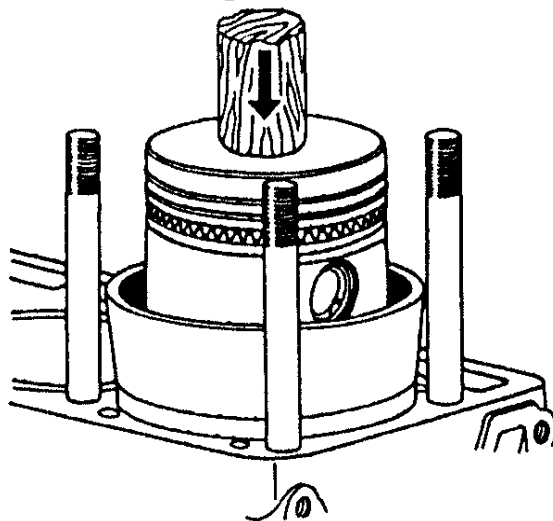

Рис.93. Установка поршня с кольцами в цилиндр
- установить на шатунные болты предохранительные латунные колпачки, смазать чистым маслом вкладыши, поршень, шатунную шейку коленчатого вала и гильзу цилиндра и с помощью оправки установить поршень в цилиндр (рис.93). Перед установкой поршня необходимо убедиться в том, что номер, выбитый на шатуне, соответствует номеру цилиндра, а надпись на поршне "ПЕРЕД" направлена к переднему торцу блока цилиндров;